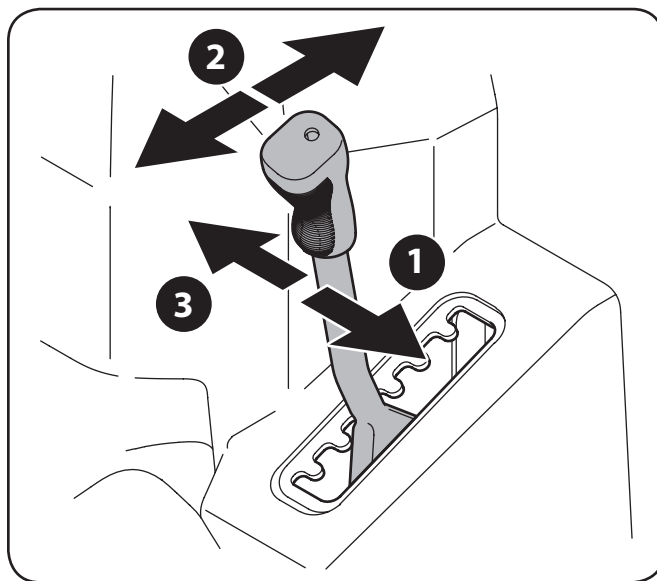

Figura 4-3
4. Gire la palanca de elevación de la plataforma hacia afuera (1 en la Figura 4-3).
5. Mueva la palanca hacia adelante para reducir la altura de corte de la plataforma y hacia atrás para que aumente (2).
6. Deje que la palanca de elevación de la plataforma gire hacia atrás hacia el accesorio cortador de césped y que quede en la posición de bloqueo como se indica en 3 de la Figura 4-3.